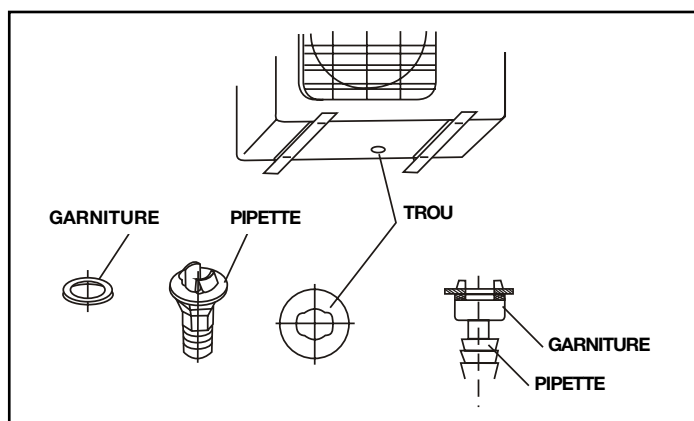

fig.11
3. Connecter la pipette au tuyau d'évacuation flexible (à commander séparément) pour conduire la condensation à l'endroit voulu (fig. 11).